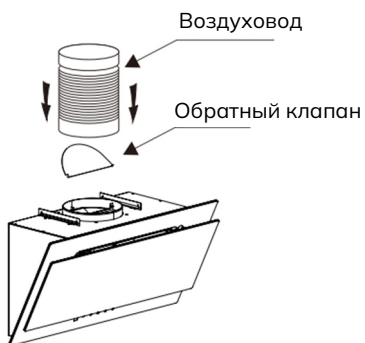

Рис.3
5. Установите обратный клапан и воздуховод на вытяжку. См. Рис. 3